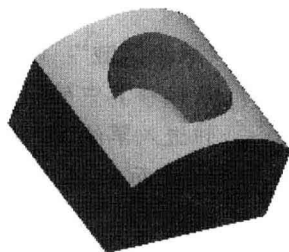

图 1.21
- (11) 修改拔模角度为 15。
- (12) 单击鼠标中键，模型如图 1.21 所示。